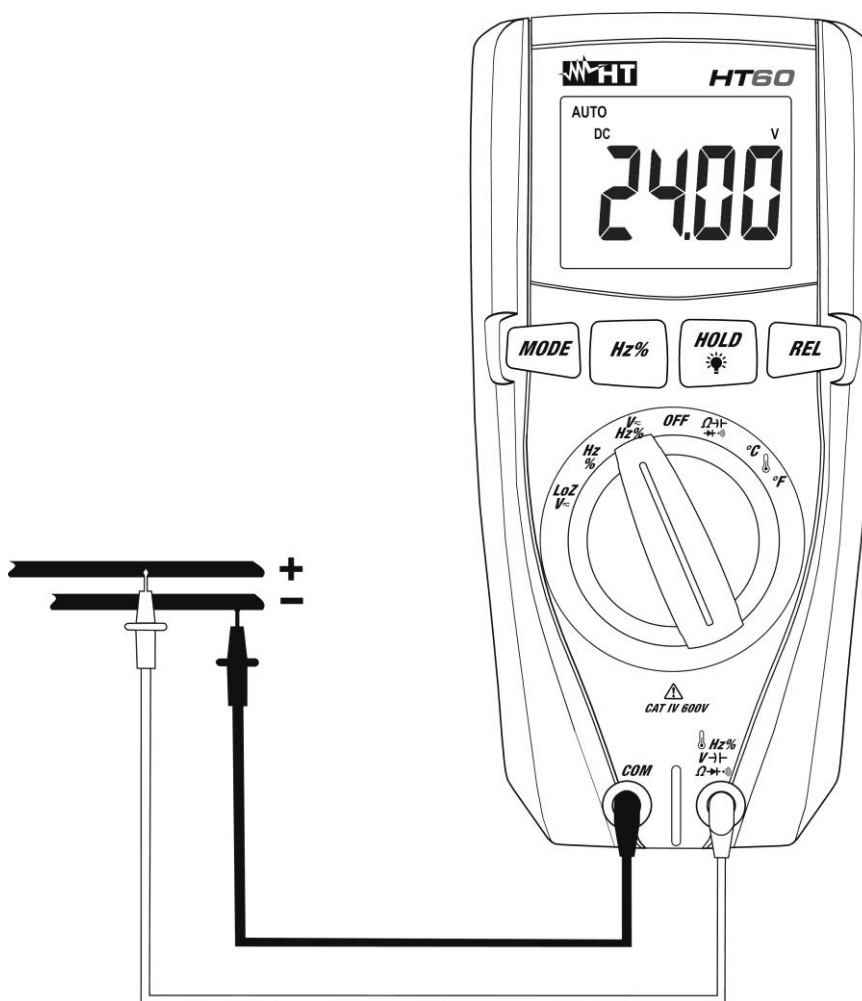
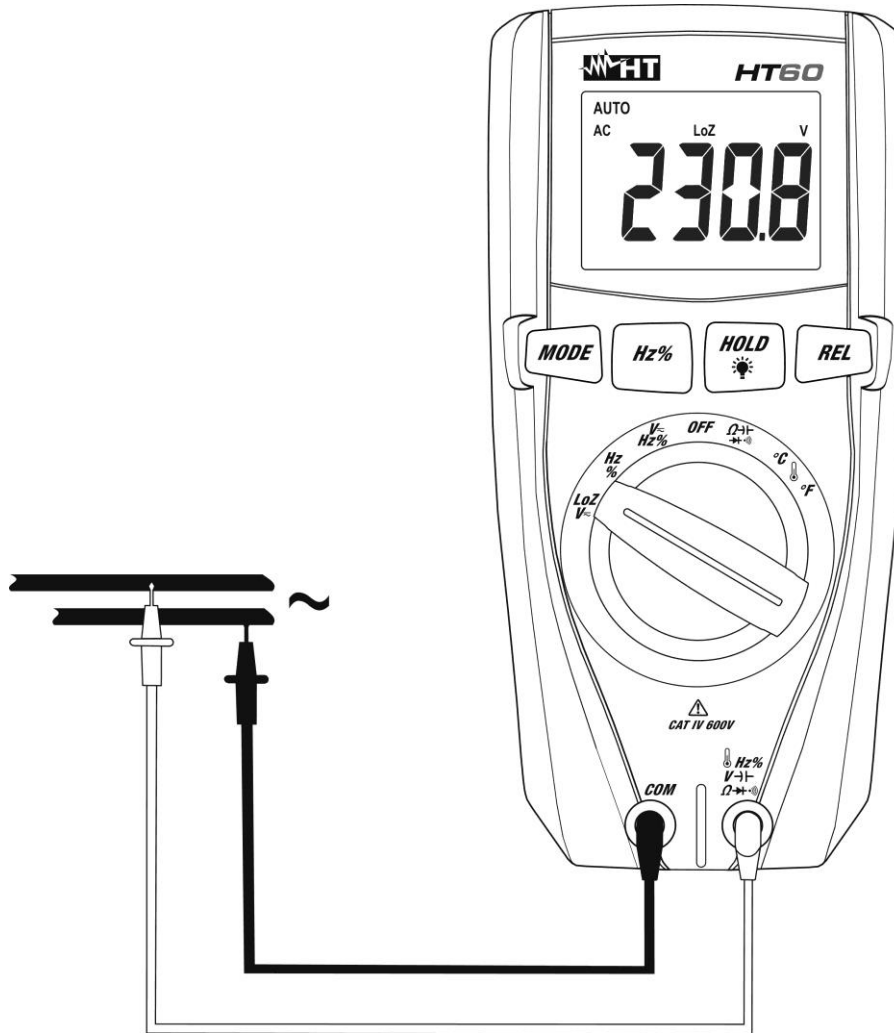

Fig. 2: Uso dello strumento per misura di Tensione DC
Fig. 4: Uso dello strumento per misura di Tensione AC/DC con funzione LoZ
4. Posizionare il puntale rosso ed il puntale nero rispettivamente nei punti a potenziale positivo e negativo del circuito in esame (vedere Fig. 2). Il valore della tensione è mostrato a display
6. La visualizzazione del simbolo "-" sul display dello strumento indica che la tensione ha verso opposto rispetto alla connessione di Fig. 2
4. Posizionare il puntale rosso ed il puntale nero rispettivamente nei punti del circuito in esame (vedere Fig. 4) per misura di tensione AC oppure nei punti a potenziale positivo e negativo del circuito in esame (vedere Fig. 2) per misura di tensione DC. Il valore della tensione è mostrato a display